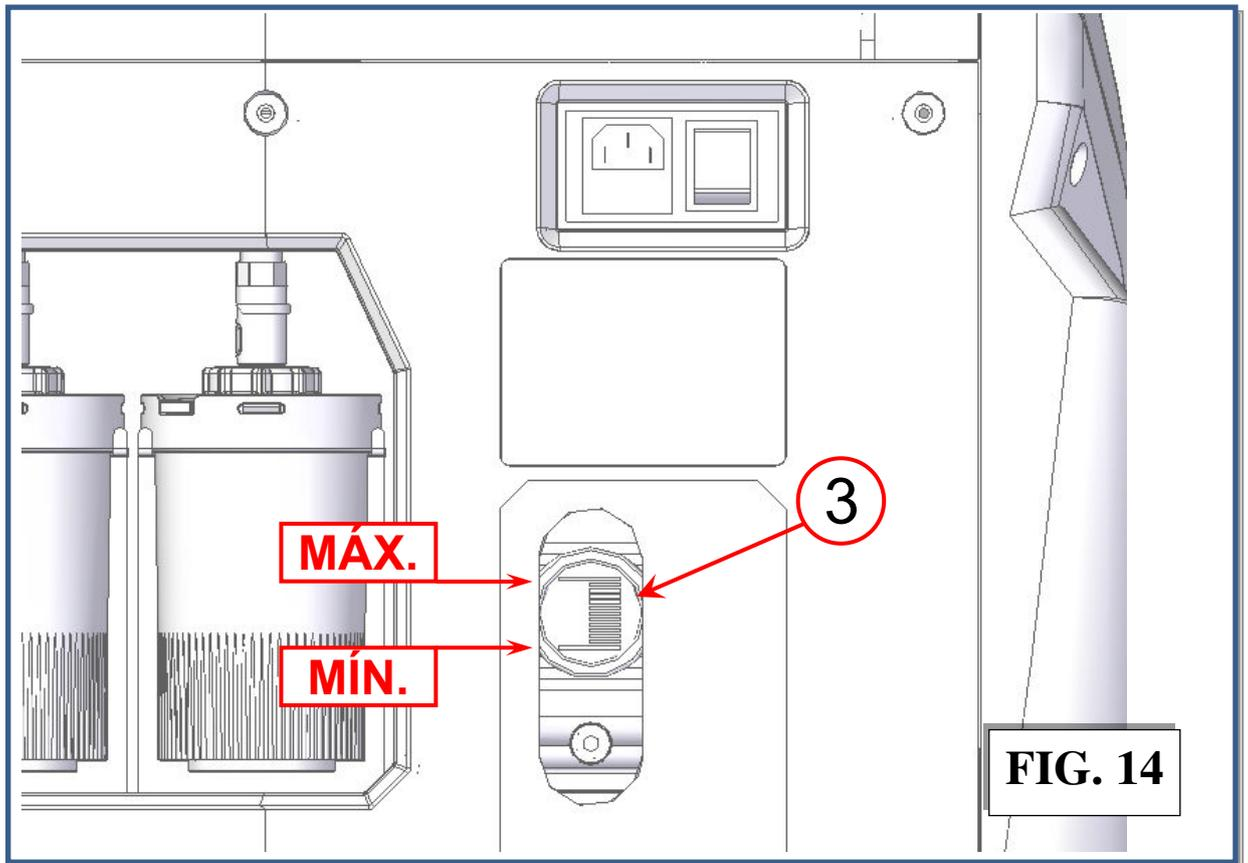

FIG. 14
Verifique se o indicador do nível de óleo da bomba de vácuuo (ref. 3, Fig. 14) está, pelo menos, a meio. Se o nível for inferior, adicione óleo, conforme explicado na secção MANUTENÇÃO.